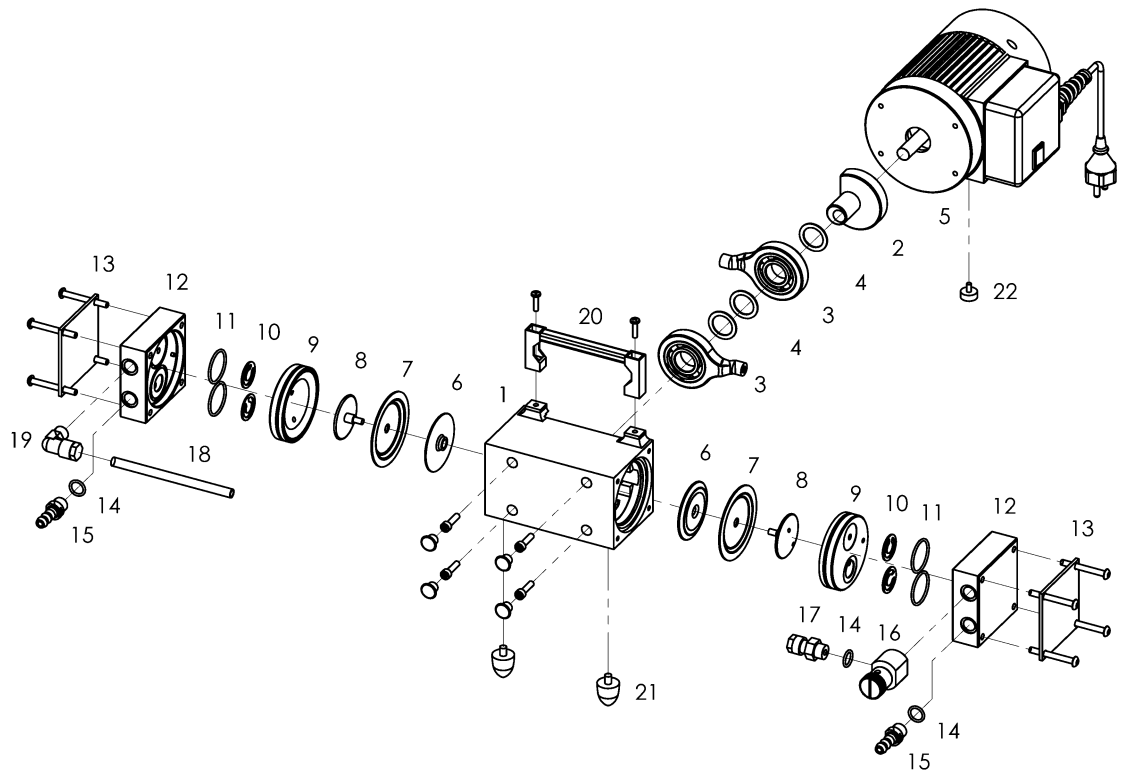

Abb. 6 Explosionsdarstellung (MPC 101 Z)
2. Schrauben Sie mit dem korrekten Drehmoment von 5 - 6 Nm die Druckscheibe (9), die Membran (8) und die Spansscheibe (7) mittels Stirnlochschlüssel, Größe 3, fest.
3. Bringen Sie das Pleuel (siehe Abb. 6) und die Membran (8) in Mittelstellung.
4. Setzen Sie den Pumpenkopf (6) auf.
5. Legen Sie die Ventile (5) und die O-Ringe (4) ein. Achten Sie dabei auf vollflächige Auflage! Gratlage nicht zur Dichtfläche einlegen. Richten Sie den Anschlusskopf mit Stift fluchtend aus.
6. Setzen Sie die Druckplatte (2) auf und schrauben Sie 4 Zylinderschrauben mit einem Drehmoment von 3 - 4 Nm fest.